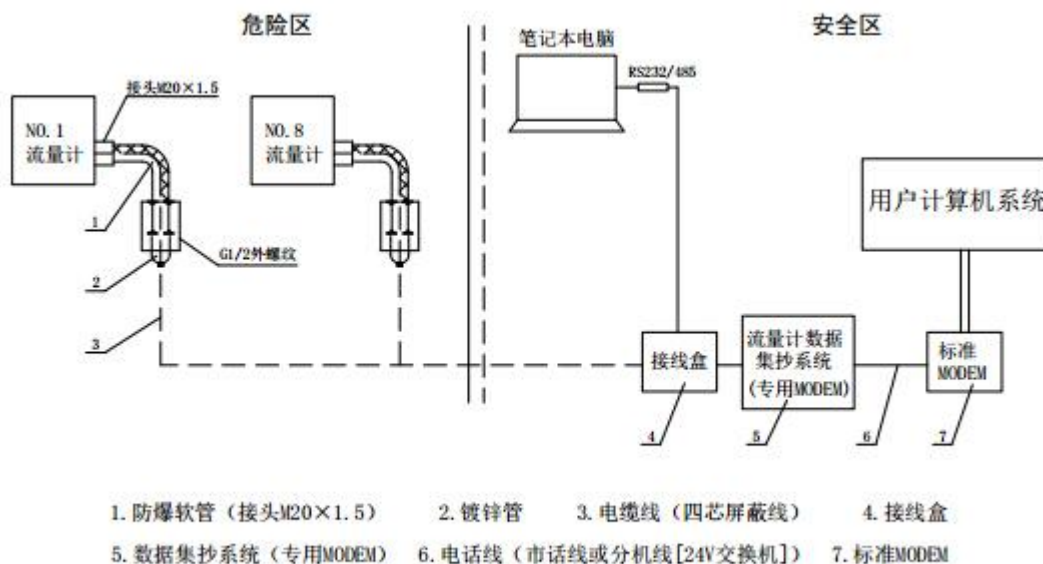

图 9 电话通信及笔记本通信时的现场接线图
5.7 进行电话通信及笔记本通信时的现场接线图：（见图 9）